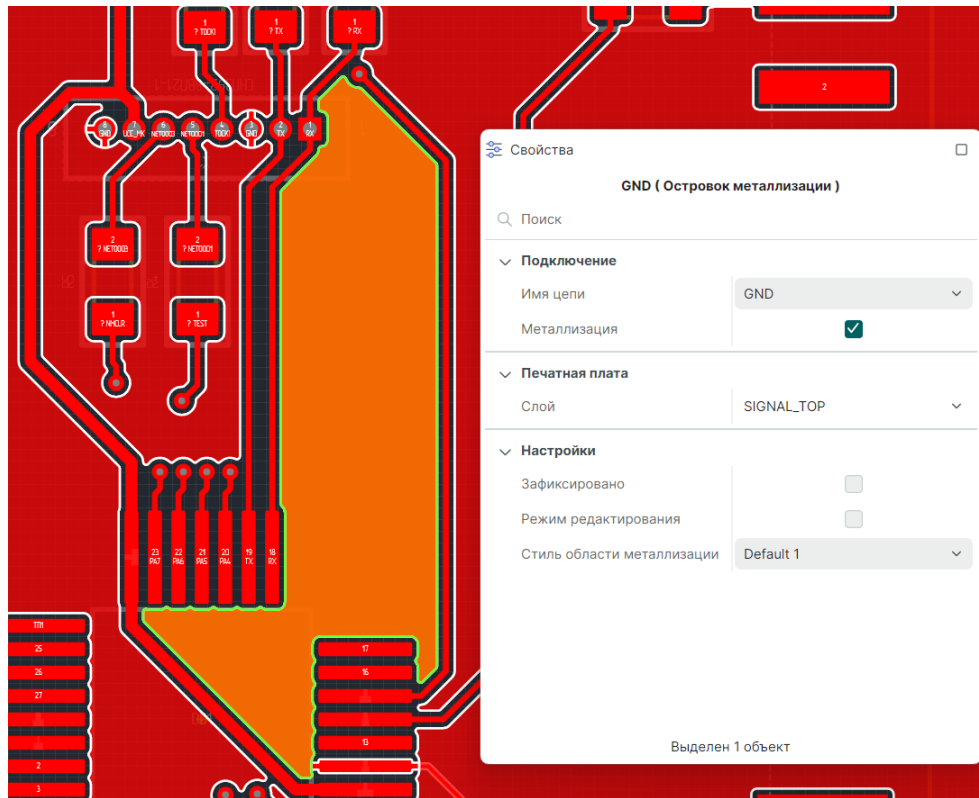

Рис. 462 Выделение островка области металлизации
1. Выделите островок металлизации, геометрию которого требуется изменить, см. Рис. 462.